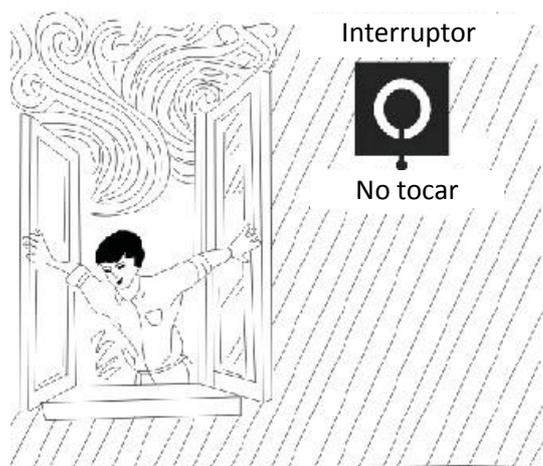

Fig. 12
- Compruebe siempre todas las conexiones de la tubería de gas con espuma jabonosa para ver si tienen fugas de gas. En caso de fuga de gas, cierre el suministro de gas y abra las ventanas inmediatamente. En tales condiciones, el encendido, la conexión/desconexión de la fuente de alimentación eléctrica están estrictamente prohibidos, para evitar la explosión y el disparo (Fig. 12).